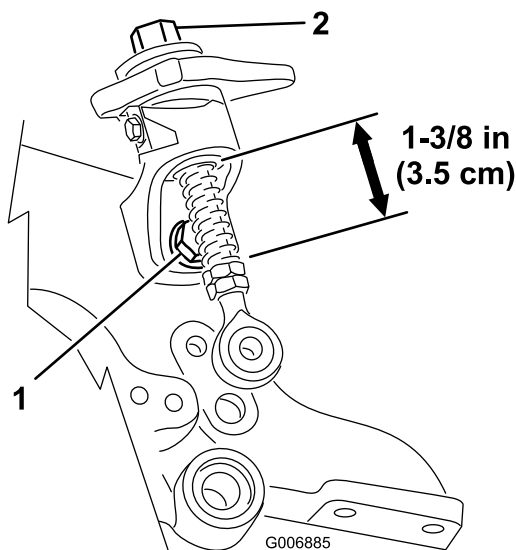

Figura 47
2. Allentate il bullone di montaggio rapido e verificate che l'asta filettata sia allineata e priva di grippaggio sulla rampa rapida inferiore (Figura 47). Serrate i bulloni.
3. Verificate la lunghezza delle molle per montaggio rapido sulle aste filettate, che deve risultare di 3,5 cm (Figura 47).
4. Se la manopola di regolazione dell'altezza non ruota liberamente, la boccola potrebbe essere sporca (Figura 47). Pulite la boccola, se necessario.